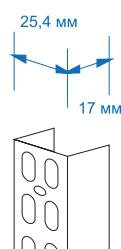

Рис. 4
### Настенная система (рис. 4)
- Расположить в последовательности сборки полки согласно произведенных разметок (рис.4);